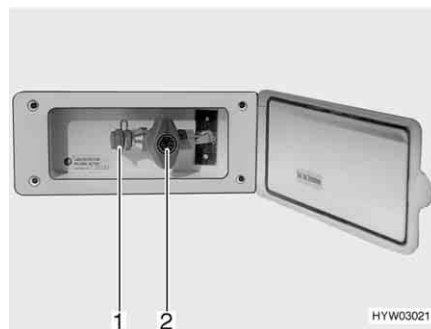

Bild 153 Extern gasanslutning, gasavstängningsventilen stängd
Den externa gasanslutningen (Bild 153) befinner sig, beroende på modell, på fordonets bakdel eller på fordonets vänstra resp. högra sida.
- Anslut den externa gasapparaten till anslutningar (Bild 153,1).
- Öppna gasavstängningsventilen (Bild 153,2).